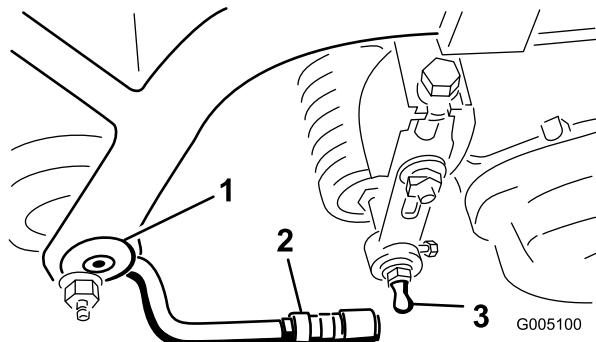

Figure 9
2. Placez une rondelle et une rotule à chaque extrémité du rouleau avant sur les plateaux de coupe (Figure 9).
- Repoussez la gaine sur la rotule et tournez le bras de traction vers le bas pour que la boîte s'adapte sur la sphère. Relâchez la gaine pour qu'elle vienne recouvrir le goujon et solidarise les ensembles (Figure 9).